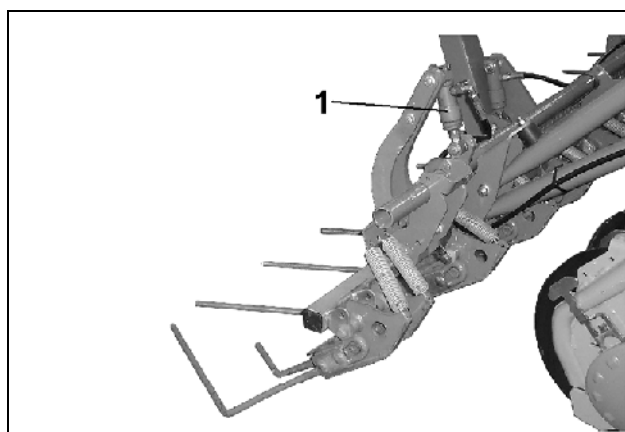
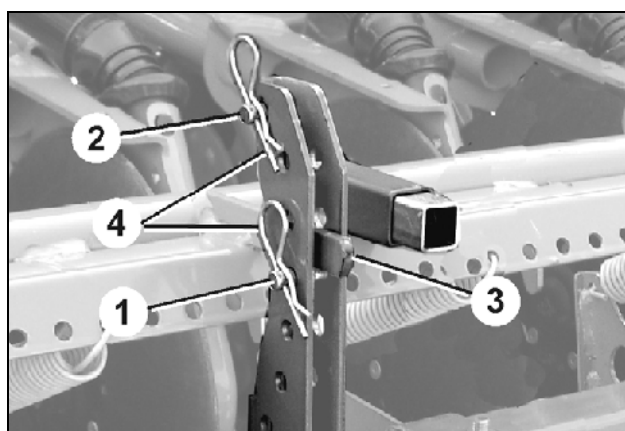

Fig. 99
Fig. 100
Beim Wechsel von normalem Boden auf schweren Boden und umgekehrt wird der Striegeldruck von einem Hydraulikzylinder (Fig. 99/1) verstellt.
Zwei Bolzen (Fig. 100/1 und 2) stecken als Anschlag des Hebels (Fig. 100/3) im Verstellsegment. Der Hebel, der vom Hydraulikzylinder (Fig. 99/1) betätigt wird, liegt am Bolzen I an, wenn der Hydraulikzylinder drucklos ist, und am Bolzen II (Fig. 100/2) an, wenn der Hydraulikzylinder mit Druck beaufschlagt wird.
- Hydraulikzylinder (Fig. 99/1) drucklos machen.
- Bolzen II (Fig. 100/2) in eine Bohrung oberhalb des Hebels (Fig. 100/3) im Verstellsegment einstecken und mit einem Federstecker (Fig. 100/4) sichern.
- Hydraulikzylinder (Fig. 99/1) mit Druck beaufschlagen.
Bolzen I (Fig. 100/1) in eine Bohrung im Verstellsegment unterhalb des Hebels (Fig. 100/3) einstecken und mit einem Federstecker Fig. 100/4 sichern.